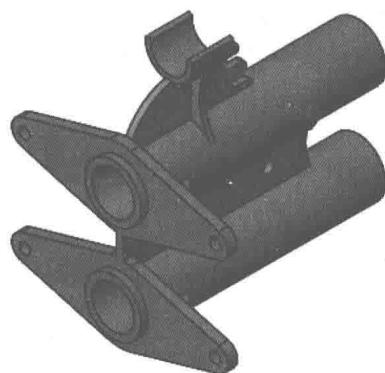

图 1-9 零件模型
**步骤 2 打开已有零件 Main Body** Main Body.sldprt 可以在 Lesson01 文件夹中找到，如图 1-9 所示。